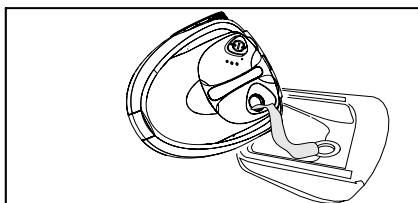

Figura 10
- ➔ Goliți apa. Pentru aceasta înclinați aparatul spre partea cu pâlnia de umplere (vezi figura 10).